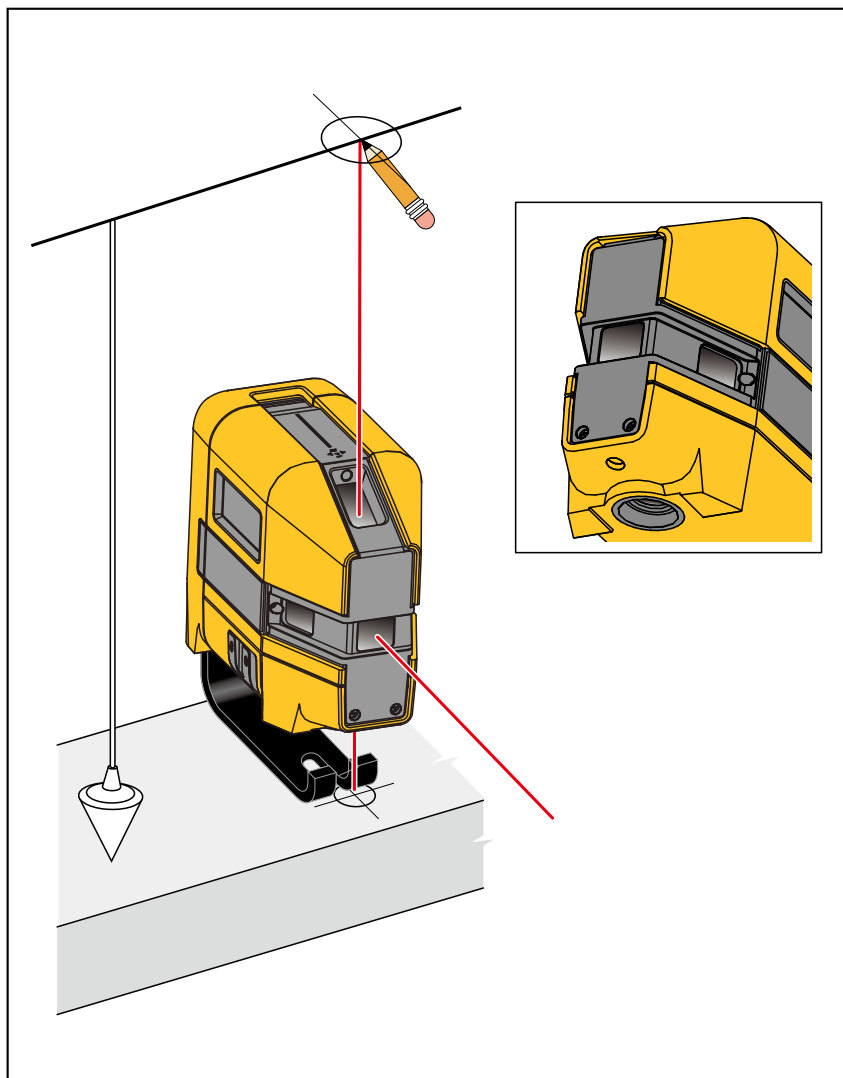

Рисунок 4. Новые вертикальные отметки
2. Отцентрируйте направленный вниз лазер на перекрестии. См. Рисунок 4.